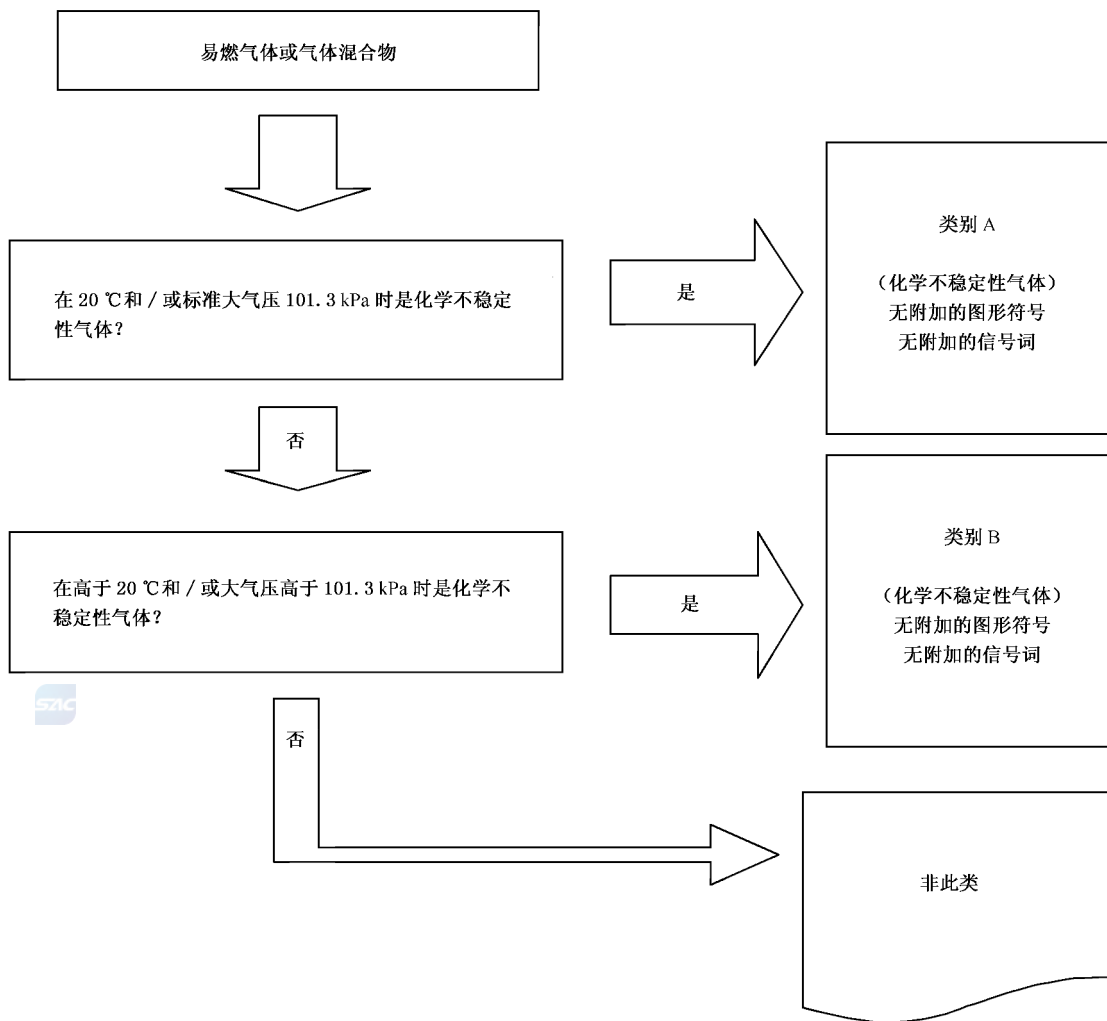

图 A.2 化学不稳定性气体的判定逻辑
A.1.2 对气体分类为化学不稳定性气体需要化学不稳定性数据。分类应根据图 A.2 判定逻辑进行。